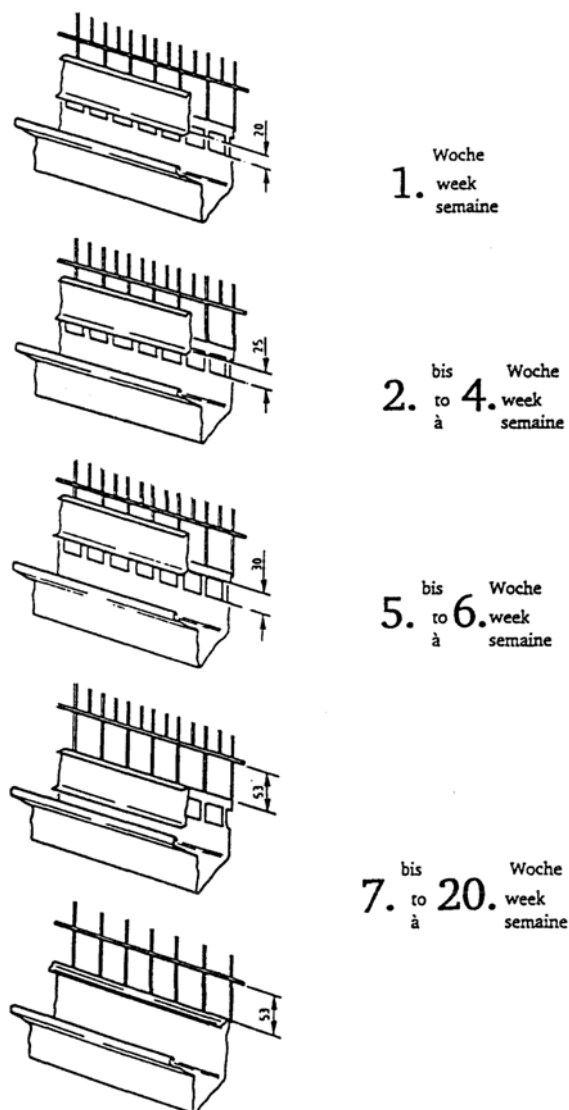

Рис. 5-1: Регулирование паза для приема корма
- Установите регулировочные шины при помощи рычажного регулирования на нижнюю ступень => рисунок 5-1.